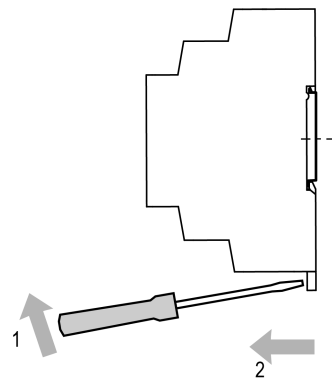

Рисунок 2 – Демонтаж прибора
2. В проушину защелки вставить острие отвертки (см. рисунок 2).